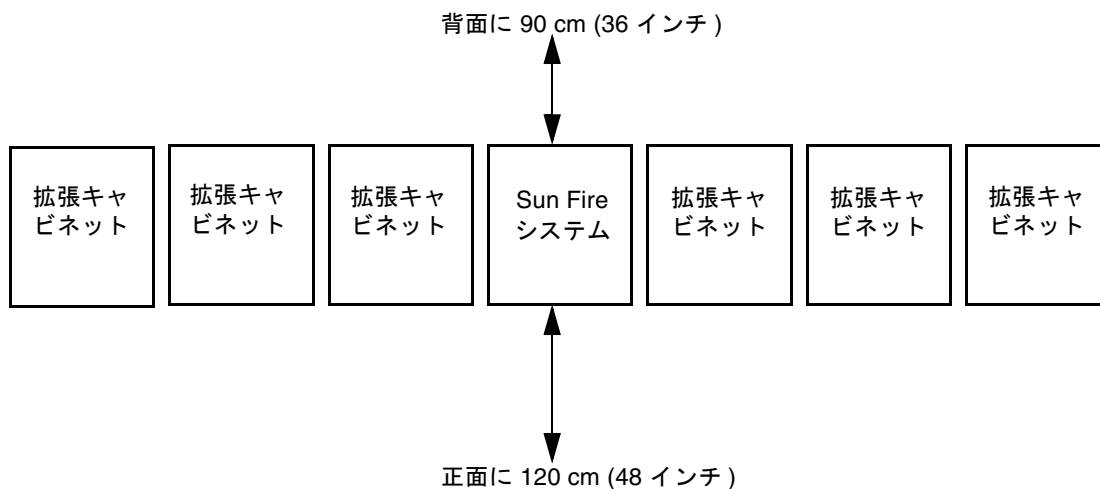

図 1-1 Sun Fire システムのアクセス領域を上から見た図
- 保守作業員による作業に備えて、Sun Fire 6800 システムおよびラック搭載型システムには、正面に約 120 cm (48 インチ)、背面に約 90 cm (36 インチ) (図 1-1) のスペースが必要です。